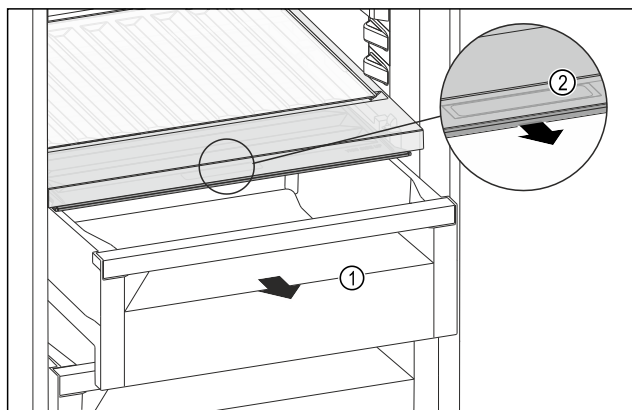

Fig. 120
- Trekk ut skuffen Fig. 120 (1).
- Ta tak i det innfelte grepet Fig. 120 (2) på lokket, og trekk samtidig lokket forover.